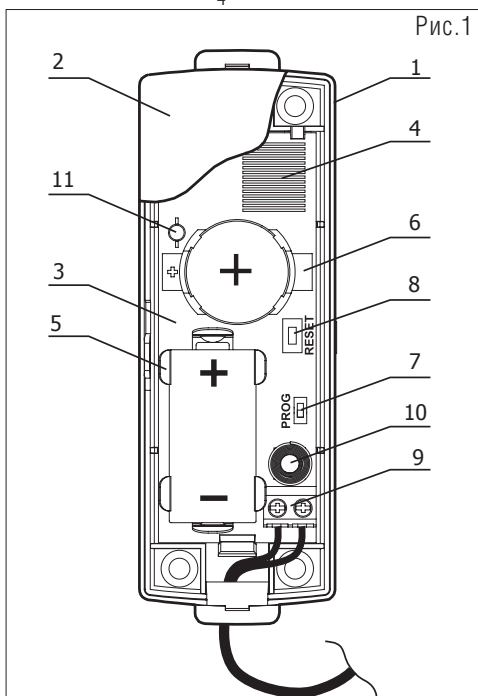

Рис. 1
УСГС выполнено в виде одного блока (Рис. 1) и состоит из основания (1) и крышки (2).
2. Провести кабель ШС через отверстие в корпусе и подключить провода с одной стороны к клеммам колодки «ZN» УСГС, а с другой – к контактам 2 и 5 базы ГС (полярность не важна, Рис. 1).